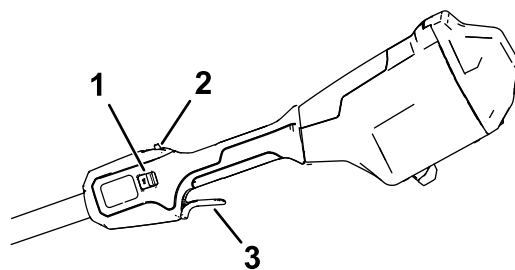

Figura 9
5. Pentru a porni maina, apăsați dispozitivul de blocare cu declanșator, apoi apăsați declanșatorul de funcționare (Figura 9).